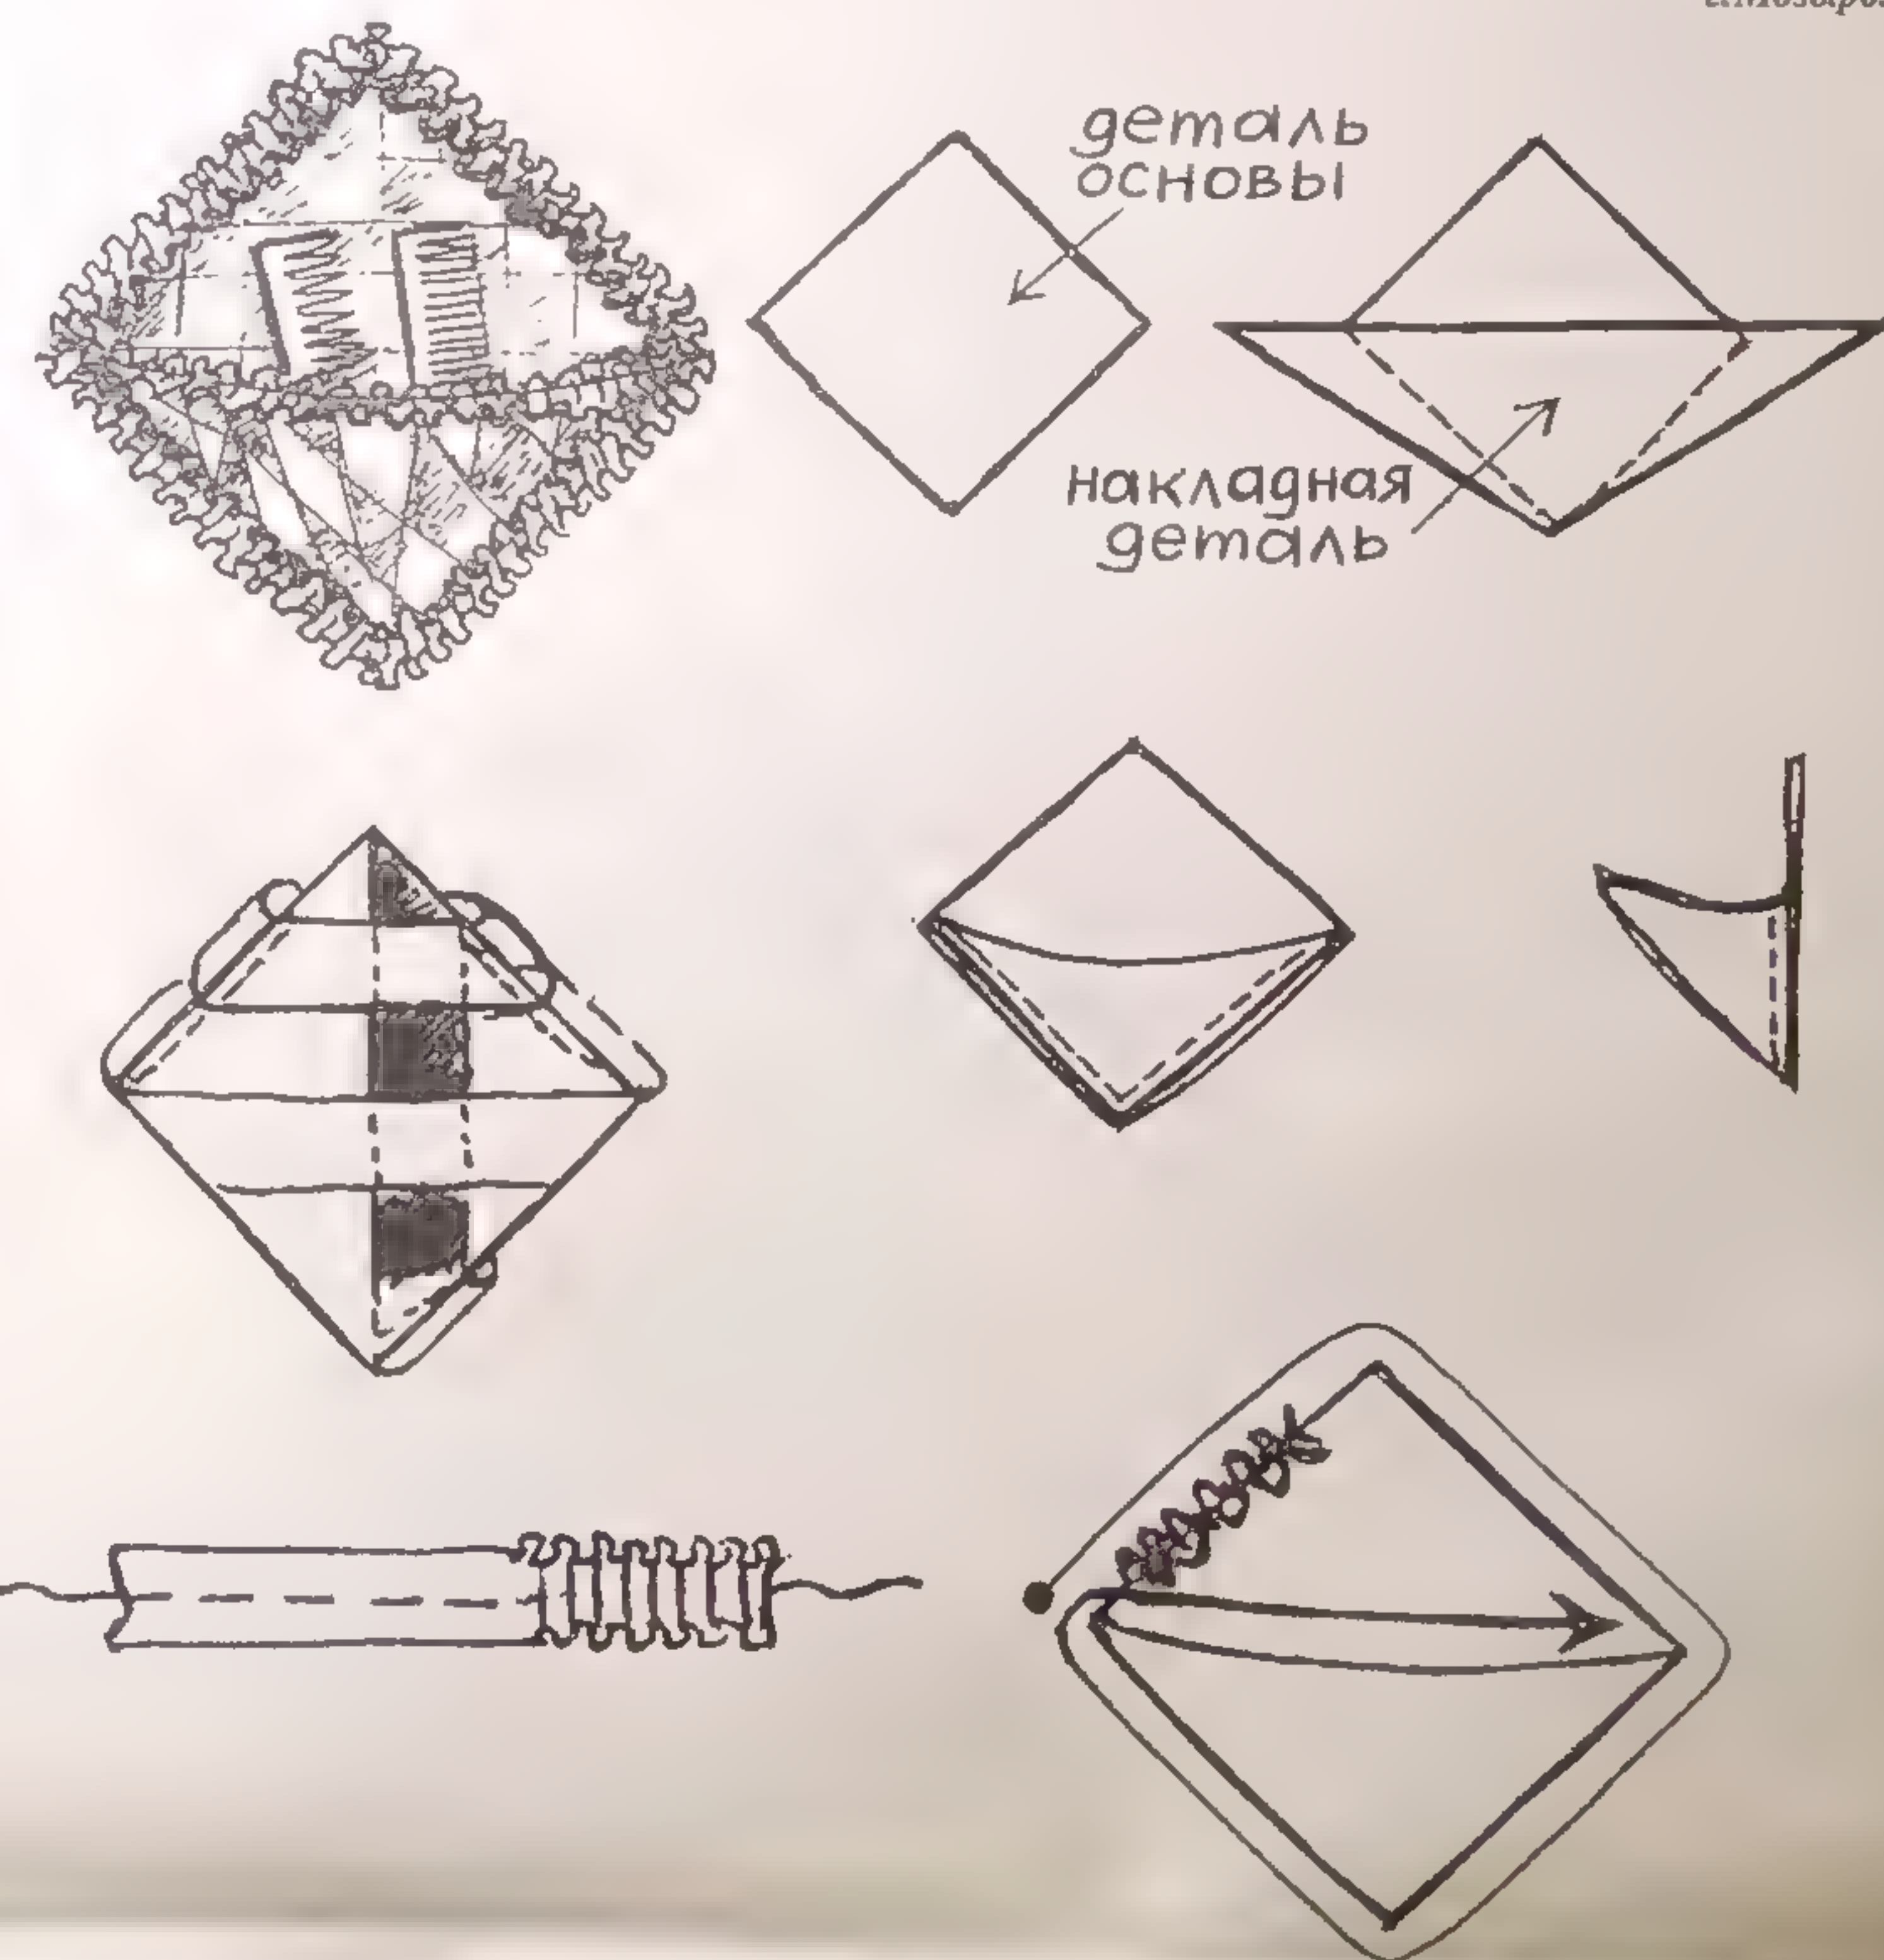

Рис. 2. Планировка бани.
- стенки печи и трубу следует совмещать с перегородками внутри бани, что позволит получить комфортную температуру и в раздевалке и в мойке. Один из вариантов размещения печи дан на рис. 2. В этом случае дверки топки и поддувала следует делать на боковой стенке печи.